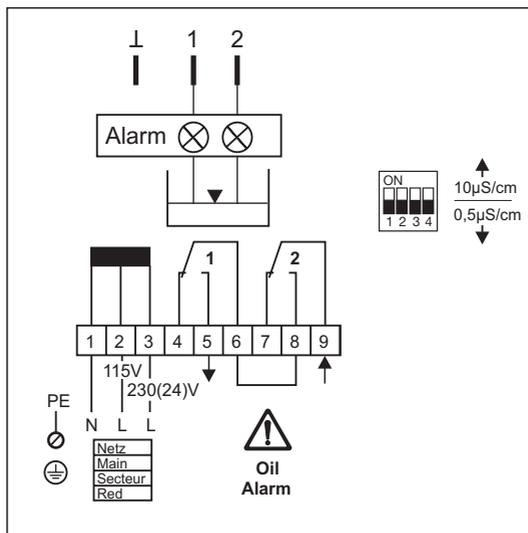

Fig. 8 I contatti dei relè sono rappresentati in posizione di allarme (assenza di tensione), i LED 1 e 2 non sono illuminati!
2. Controllare che il rivelatore olio sia collegato come mostrato sullo schema (**Fig. 8** pagina 16) e quindi applicare tensione.